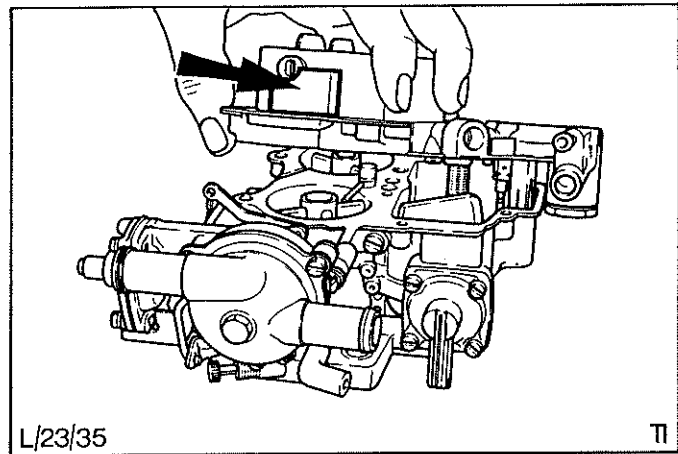

Abb.16 Vergaserdeckel abbauen
3. Schrauben (6) am Vergaserdeckel entfernen und Vergaserdeckel abheben, Abb.16.